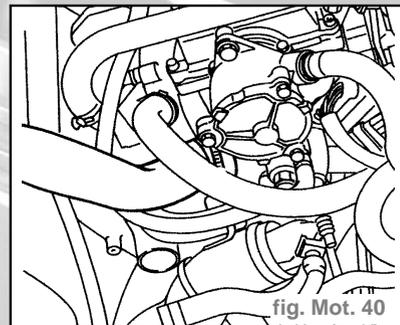

fig. Mot. 40
- Prévoir un récipient pour récupérer le liquide de refroidissement et débrancher la durite d'entrée du liquide (fig. Mot. 40).